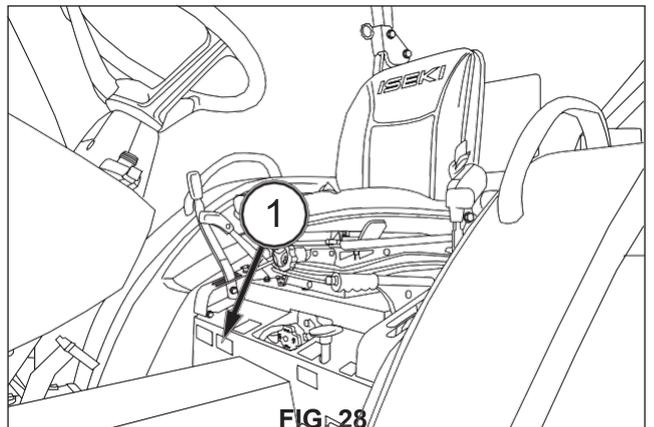

FIG. 28
FIG. 28 y 29: Placa de identificación (1) del tractor, situada debajo del asiento del conductor. La placa de identificación indica el tipo de tractor, el modelo, el año y el mes de fabricación, también indica el número de serie.